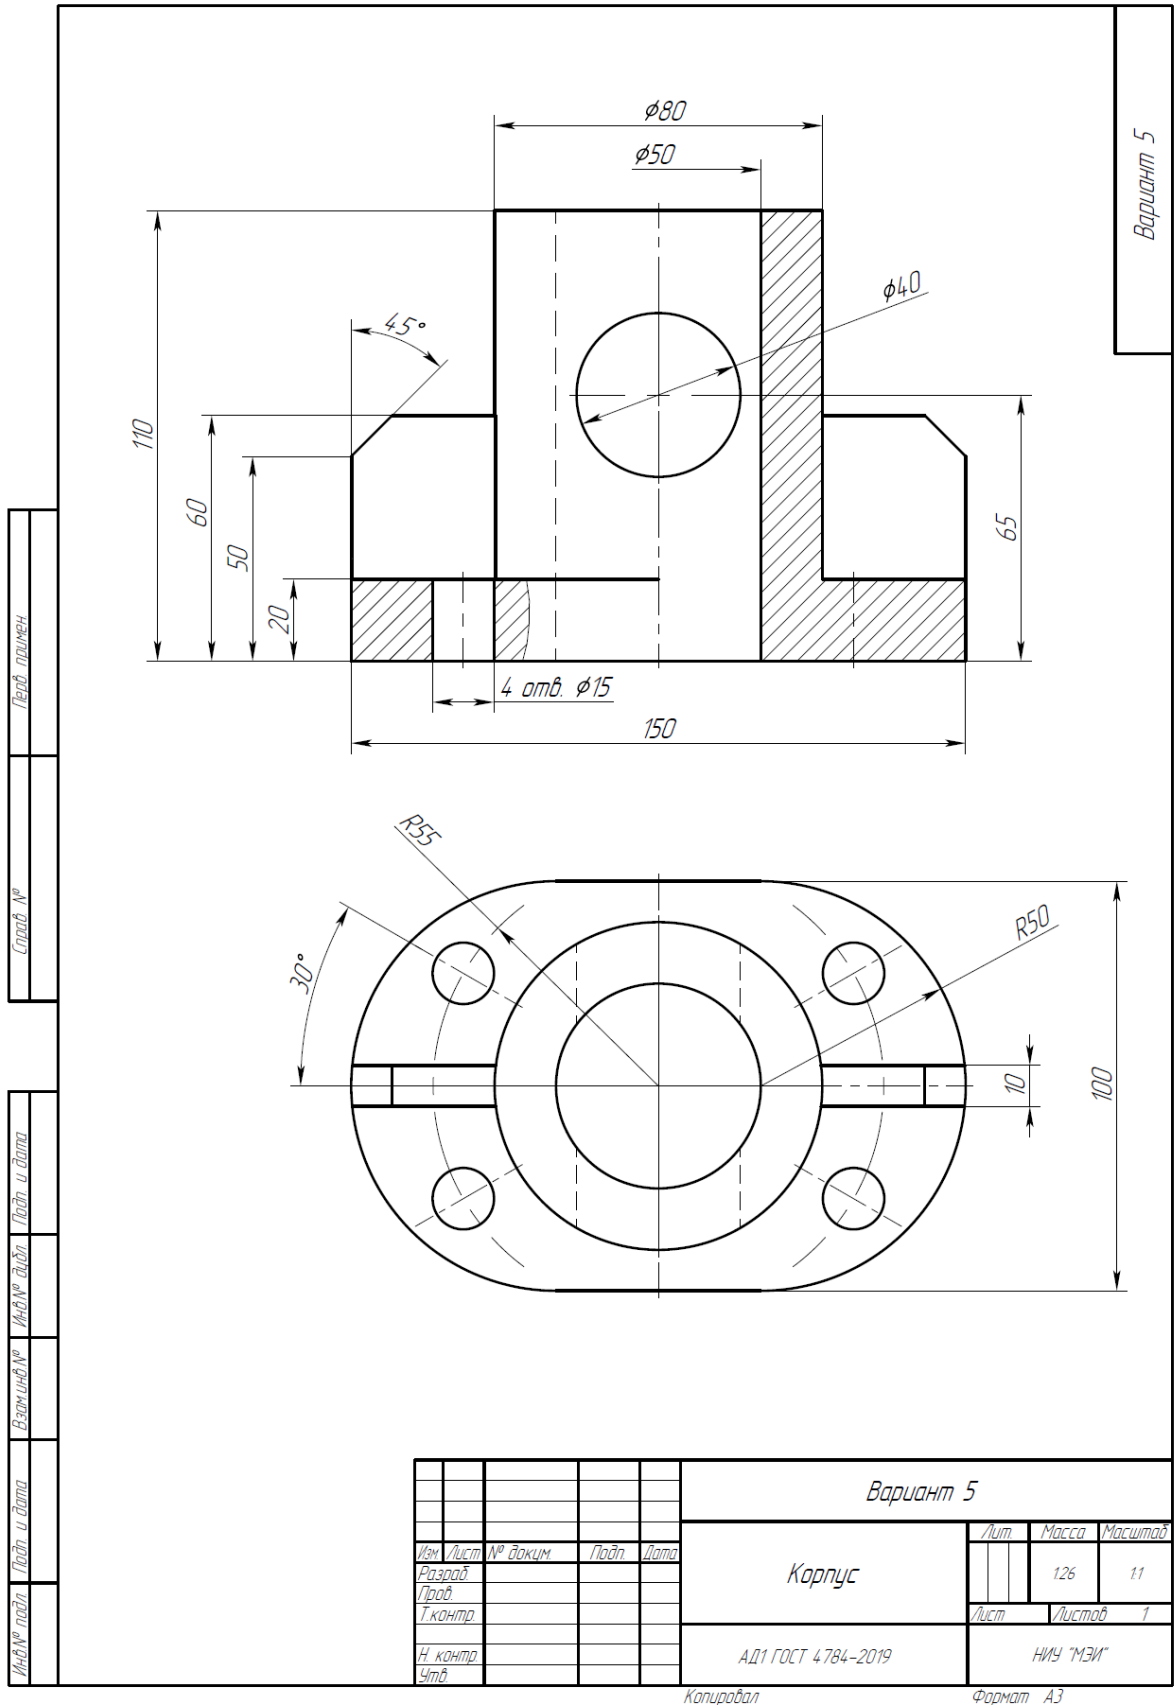

Рис. 1. Чертеж для создания 3D-модели
1. Постройте 3D-модель по заданному чертежу (рис. 1). Сохраните полученную модель детали в формате выбранной САПР: *.m3d для КОМПАС-3D или *.grs, *.grb для T-FLEX CAD.